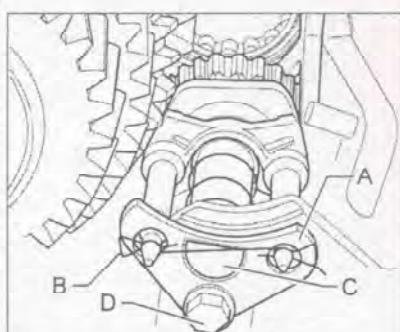

Рис. 7.206. Отверните болт (Д), снимите пружинный хомут (В) и держатель (А) и извлеките вал шестерни передачи заднего хода (С).
35. Отверните болт (Д), снимите пружинный хомут (В) и держатель (А) и извлеките вал шестерни передачи заднего хода (С) (рис. 7.206).
49. Вставьте вал шестерни передачи заднего хода (С) (рис. 7.206).